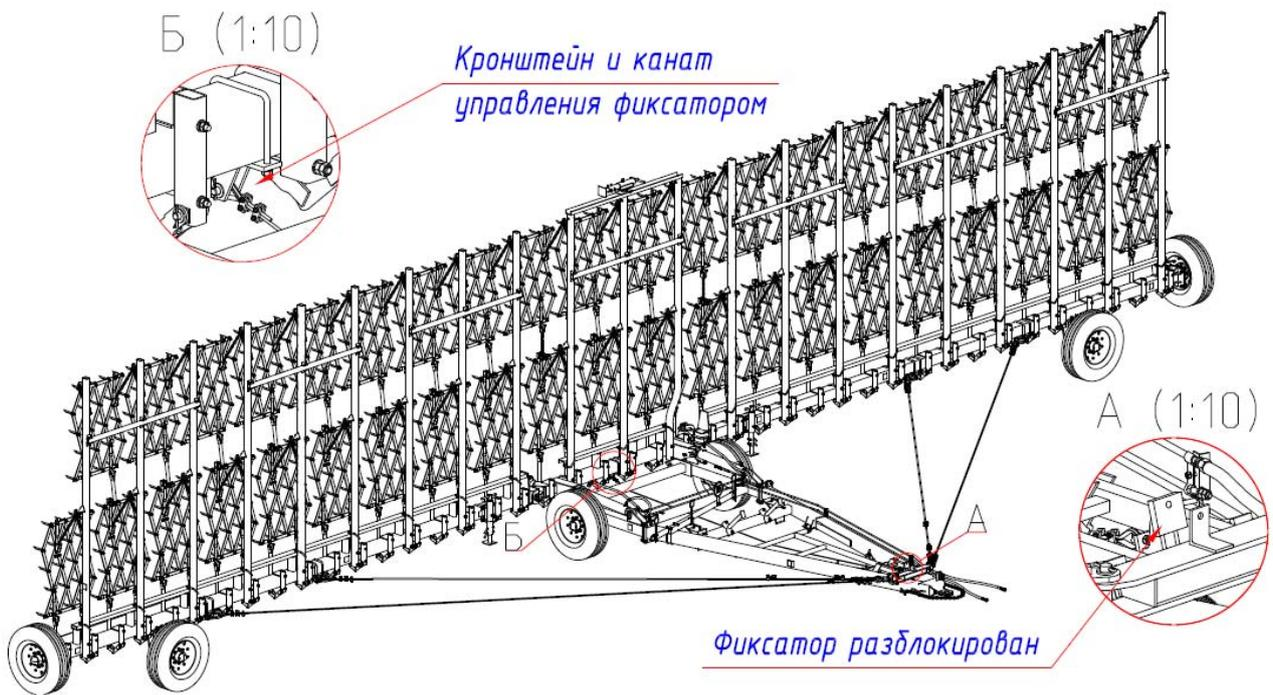

Рис.15 Подъем балок с боронами для перевода борону в транспортное положение.
7.4.3 Перевести бороны в транспортное положение, повернув все балки с помощью гидроцилиндров (Рис.15).